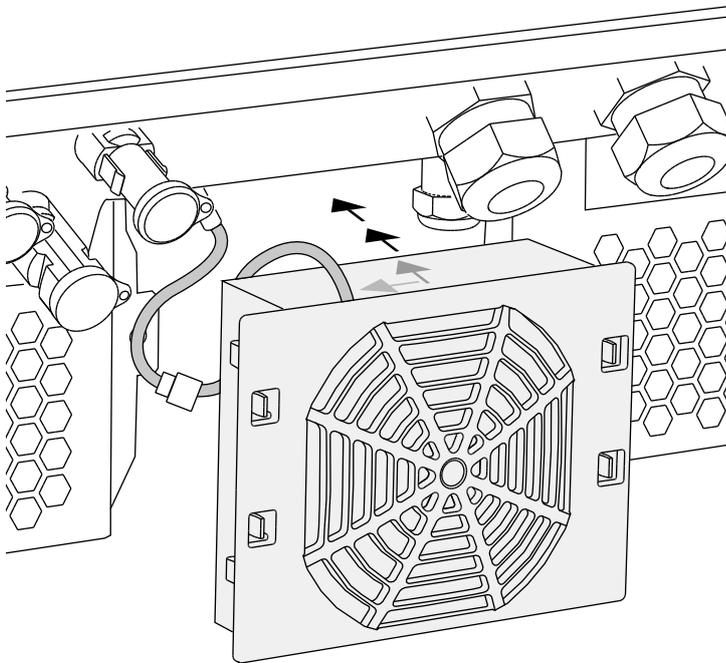

Fig. 64 : remise en place du ventilateur
- le ventilateur soit correctement installé dans son cadre (sens d'écoulement de l'air).  **Fig. 64**